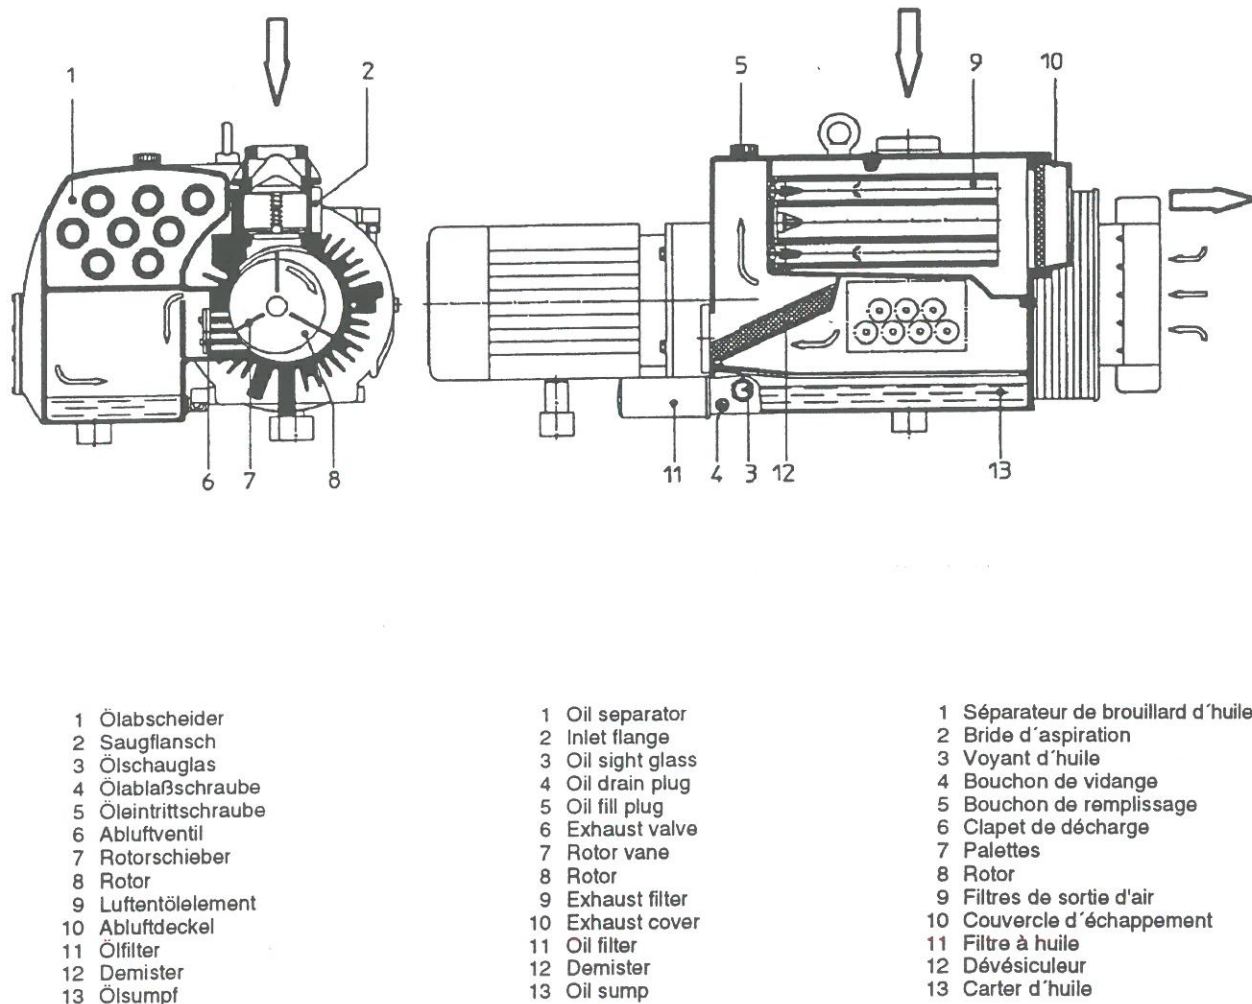

Fig. 3.1
Die Pumpen arbeiten nach dem Drehschieberprinzip. Ein exzentrisch gelagerter Rotor (Fig. 3.1,8) dreht sich im Zylinder. Durch die Zentrifugalkraft der Drehbewegung werden die Schieber (7), die in Schlitten im Rotor gleiten, an die Zylinderwand gedrückt. Die Schieber teilen den sichelförmigen Raum zwischen Zylinder und Rotor in Kammern ein. Bei Verbindung der Kammern mit dem Saugkanal wird das Gas angesaugt, bei weiterer Drehung verdichtet und an-
These pumps work according to the rotary vane principle. An eccentrically installed rotor (Fig. 3.1,8) rotates in the cylinder. The centrifugal force of the rotation pushes the vanes (7), which glide in slots in the rotor, towards the wall of the cylinder. The vanes separate the sickle-shaped space between rotor and cylinder into chambers. When the chambers are connected with the inlet channel, gas is sucked in, compressed by the next rotation and pushed into the oil separator
Ces pompes fonctionnent selon le principe des pompes à palettes rotatives. Un rotor excentré (Fig. 3.1,8) tourne dans un cylindre. La force centrifuge pousse les palettes (7), qui coulissent librement dans leur logement, contre la paroi du cylindre. Les palettes divisent l'espace libre en forme de croissant en plusieurs chambres. Lorsqu'une chambre est en face de la bride d'aspiration, le gaz est aspiré, puis comprimé par la rotation suivante et ensuite rejeté dans le